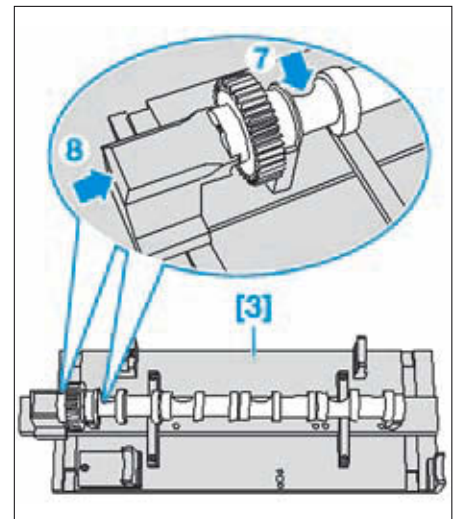

FIG. 73
- Placer l'arbre à cames d'admission de telle sorte que l'encoche (7) (encoche de passage des vis de culasse) soit placée vers l'arrière de l'outil (Fig.73).
- Bloquer l'arbre à cames en position "PMH" à l'aide de la cale (8) de l'outil [3].